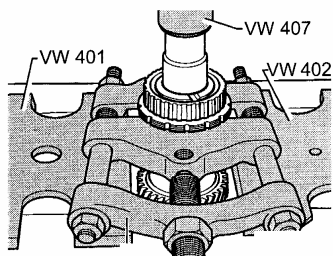

图 12-93 压入 5 挡、倒挡同步器体
(6) 压出 5 挡和倒挡的同步器体时，按图 12-93 所示使用分离装置 A (22~115mm) 压出 5 挡同步器体和换挡齿轮。